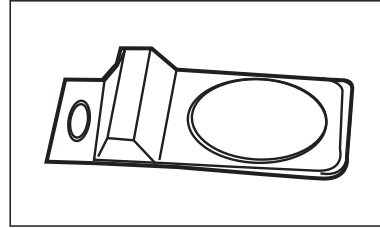

Fig. 14
2. Faites glisser l'interrupteur marche/arrêt [5] dans la position « 0 » pour éteindre l'outil (Fig. 14).